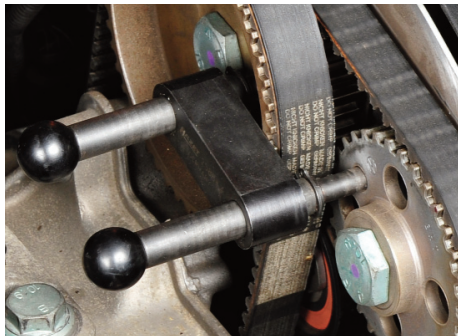

Abb.1
5. Fixierwerkzeug an den Nockenwellenrädern einsetzen (**Abb. 1**): Werkzeug Nr. T10016. Bei Motorcode ARC/ARR/AVY: Werkzeug Nr. T10074